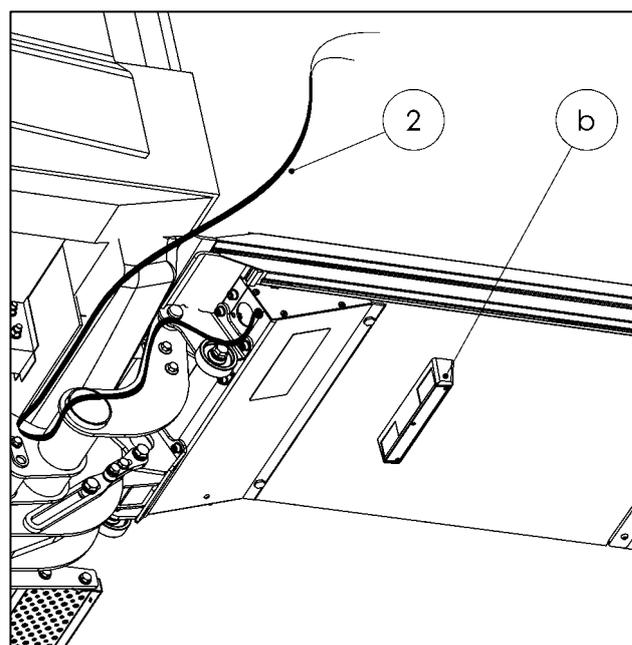

Fig. 64
- Pase el cable de la luz de matrícula (2) (cable saliente de la caja de torsión de aluminio de la plataforma) a lo largo del brazo de cierre (vea Fig. 64).